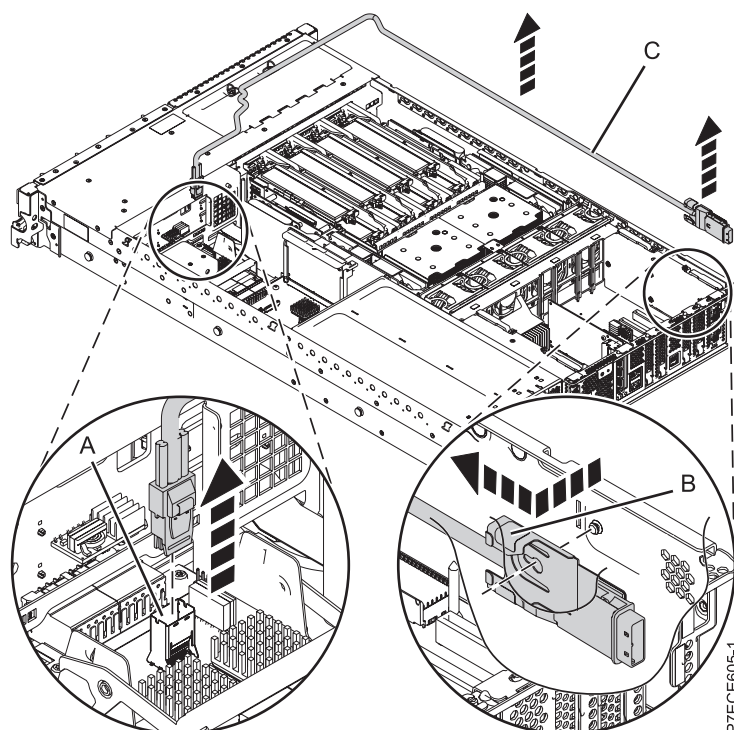

Figure 23. Retrait du port SAS externe
9. Tirez sur le support de câble au niveau du point bleu **(B)** et faites sortir le câble SAS par de l'ouverture réservée au port SAS externe ménagée à l'arrière du boîtier. Pour plus d'informations, voir figure 23, à la page 37.
11. Appuyez sur le loquet du connecteur SAS (A), puis sortez le câble du capuchon situé sur l'interposeur de stockage du système.